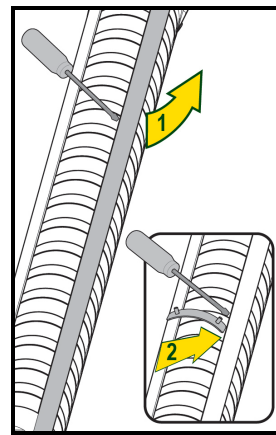

Fig.1a
1. Inserir a base por baixo de dois tirantes com o auxílio de uma chave de fendas (Fig1a-1b).